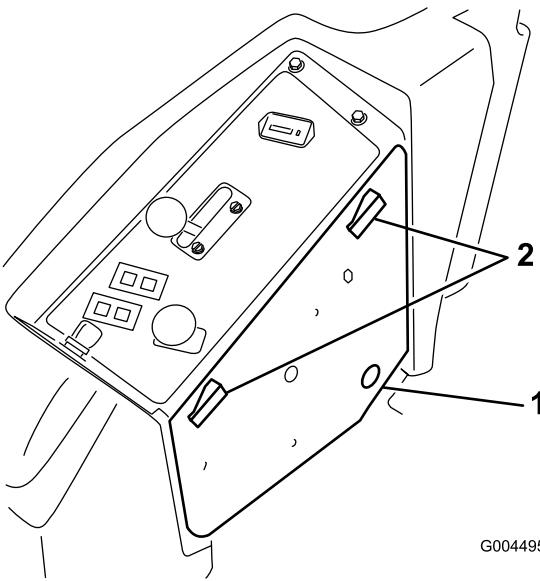

Figura 22
2. Destranque a cobertura do painel de controlo e coloque-o de lado (Figura 22).